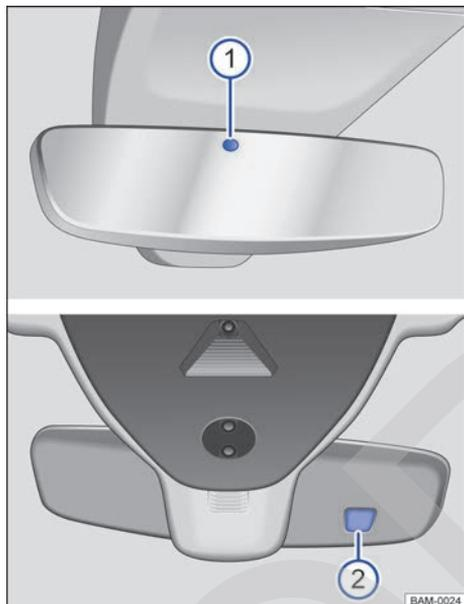

Fig. 98 En el parabrisas: retrovisor interior antideslumbrante automático.
Con el encendido conectado, los sensores miden la incidencia de la luz por detrás → fig. 98 ① y por delante ②.